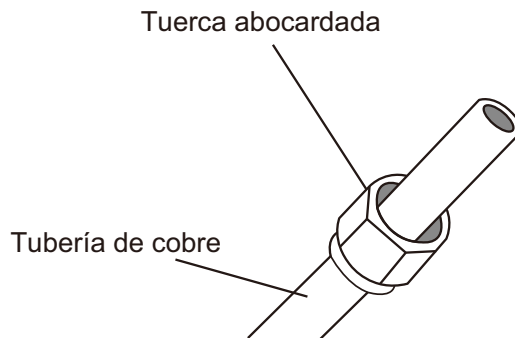

Fig. 6.3
3. Coloque las tuercas abocardadas en ambos extremos de la tubería. Asegúrese de que las tuercas están en la posición correcta, porque no puede colocarlas encima ni cambiar su posición después del abocardado. Véase **Fig. 6.3**